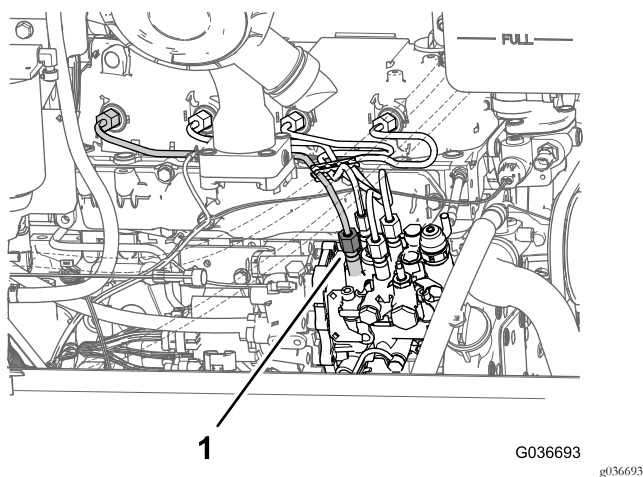

Figure 45
1. Desserrez l'écrou-raccord sur l'injecteur n° 1 de la pompe d'injection (Figure 45).